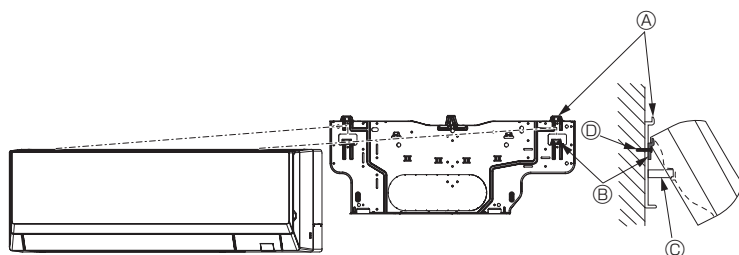

Fig. 3-13
- Если внутренний блок нельзя подвесить и поднять с помощью обычного крючка (размер 2.1. ⓐ (расстояние между потолком и блоком) составляет 75 мм или меньше), подвесьте блок на нижний крючок с левой стороны трубопровода. (Fig. 3-13)
(Fig. 3-13)